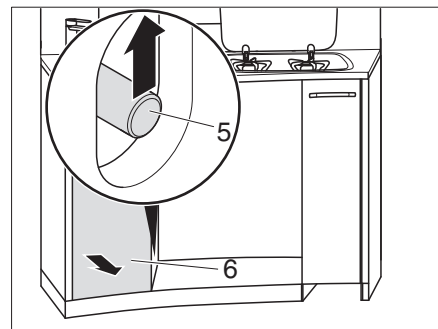

Bild 121 Låsa upp hög kökslåda
- Ta tag genom öppningen och skjut skjutstängan (Bild 121,5) uppåt.